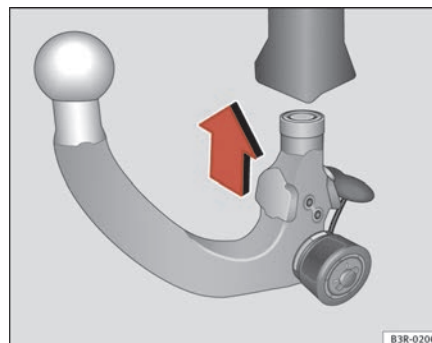

Fig. 153 Dispositivo desmontable para remolque: Colocar la rótula
- Coloque la rótula pretensada en el tubo de enclavamiento y haga presión hacia arriba en la dirección que indica la flecha ⇒ **página 200, fig. 153** ⇒ **!**. El proceso de bloqueo se realiza de un modo automático. En ese momento debe poder oírse claramente un chasquido de encastre.